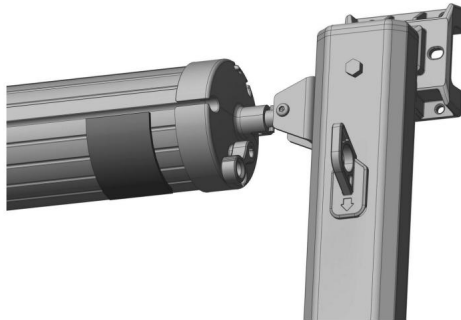

Abbildung E3
3. Der Stoff auf beiden Seiten der Rolle ist ungleichmäßig gefaltet und eine Seite kann nicht festgezogen werden: Überprüfen Sie, ob der Markisenstoff beschädigt oder verformt ist, und ersetzen Sie den Sonnenschutzstoff. Alternativ kann ein Anpassungsaufkleber mit geeigneter Dicke auf die Kante des gerollten Rohrs auf der Seite aufgebracht werden, die nicht vollständig festgezogen werden kann (wird separat bereitgestellt), und die Menge des Planenkreises kann fein abgestimmt werden, um ein gleichmäßiges Festziehen auf beiden Seiten zu gewährleisten. (Abbildung E3).